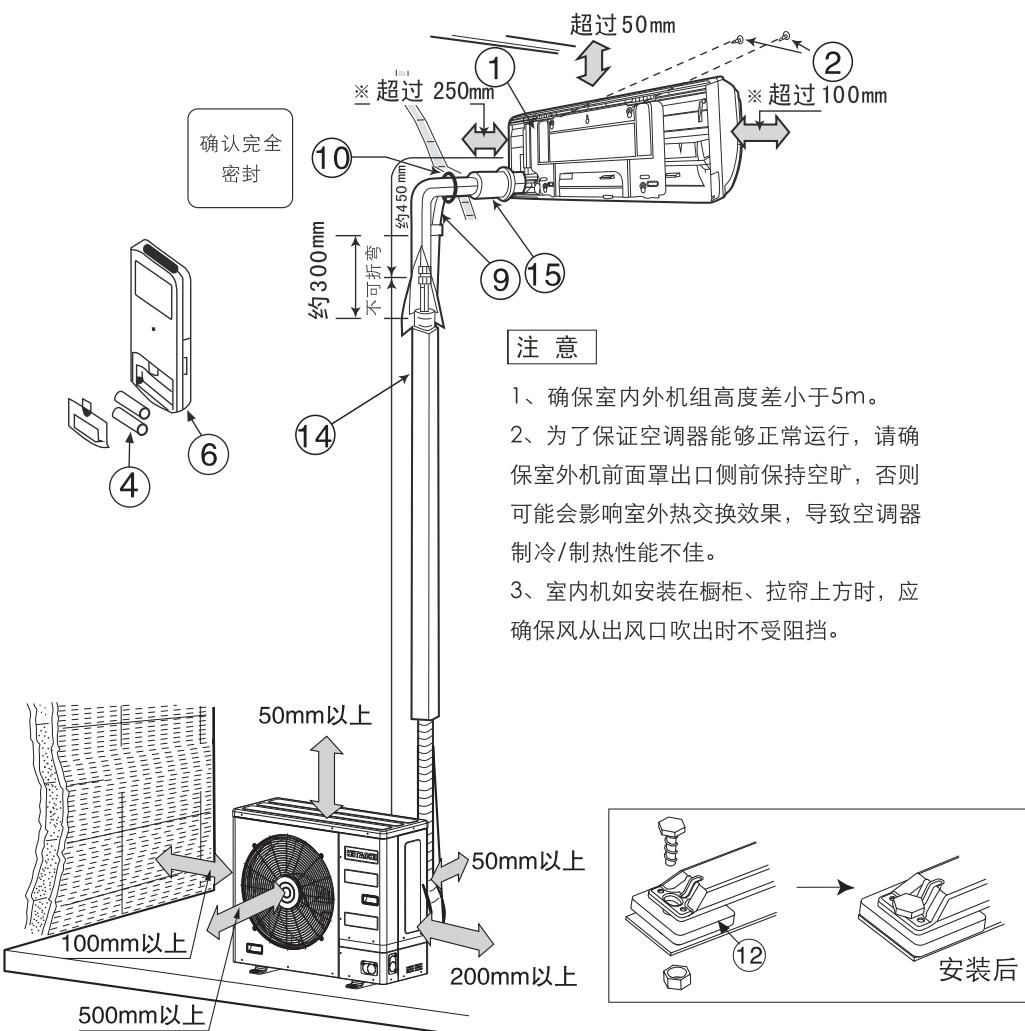
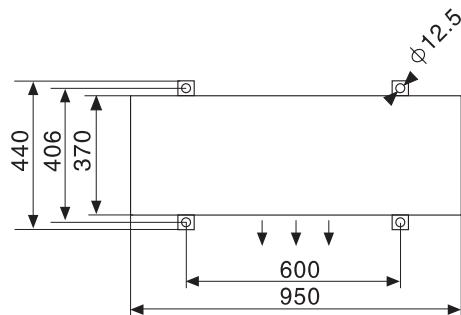

图1
图2
- 1 示图1是管道后出连接安装成形
- 2 根据总装示图1结合对应附件按要求牢固安装。
- (1) 为了便于修理,室内机组旁边应如图1所示保留空间。
- (1) 室外机的安装必须保留大于如图1所示的距离,并尽可能远离障碍物,避免任何障碍物妨碍通风系统。
- (2) 尽量安装于房屋的东或北方。如装于南或西方是无可避免时,应有遮盖物遮盖。
- (3) 最好不要安装在污秽或雨淋的地方。
- (4) 尽量靠近室内机组安装。
- (5) 室外机外形尺寸及安装固定孔位置见图2
- (6) 机器的安装面,应满足GB17790-2008中4.3.3章